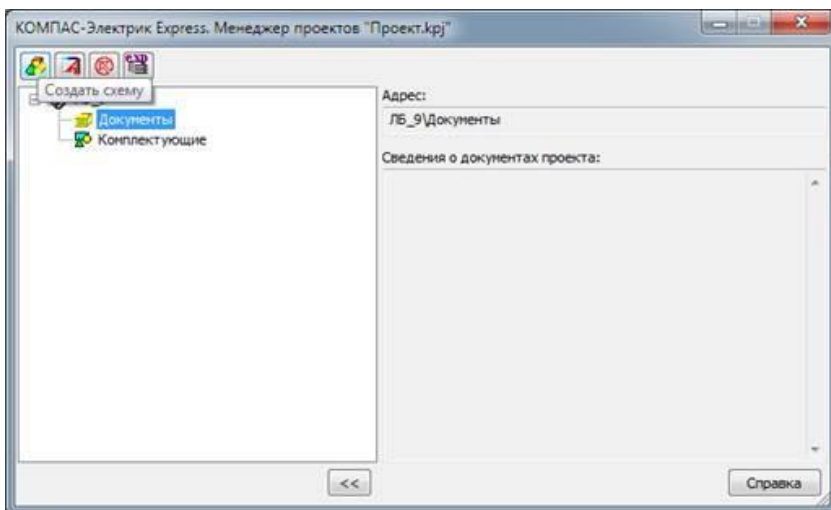

Рисунок 4.5
4.2. Для создания новой схемы необходимо ЛКМ выделить в дереве проекта уровень *Документы*, затем нажать кнопку *Создать схему* (рисунок 4.5).